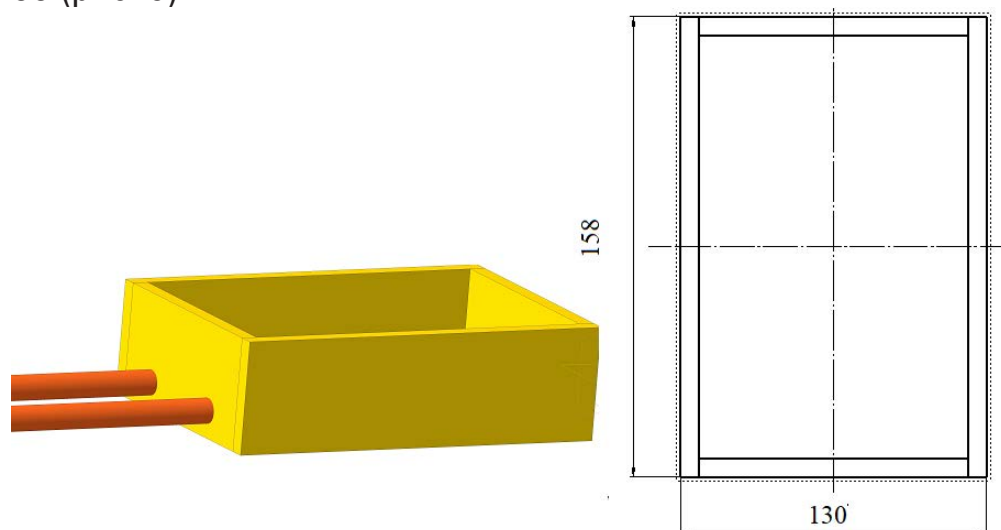

Рис. 5
1. В качестве материала для опалубки можно применять влагостойкую фанеру. Внешняя часть опалубки должна иметь размер 130 x 158 мм, высота - от 75 мм и более (рис. 5).